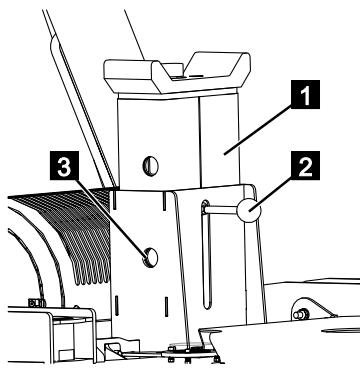

Abb. 112
5. Die Teleskopauflage (Abb.112/1) am Griff (Abb.112/2) nach oben ziehen, bis die gewünschte Bohrung (Abb.112/3) fluchtet.